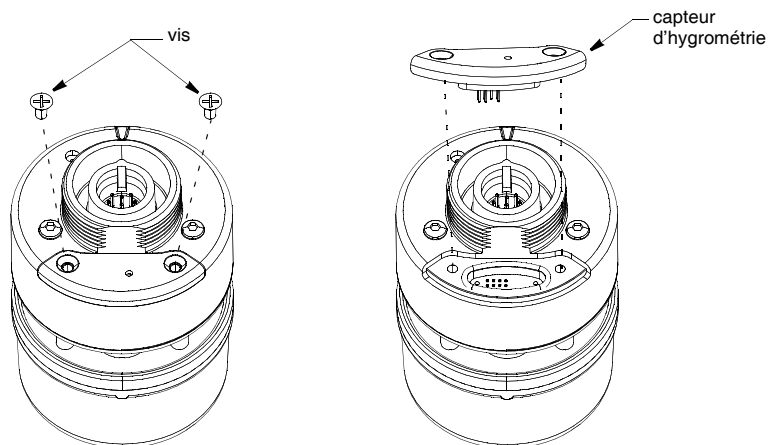

Figure 11. Remplacement du capteur d'hygrométrie
1. Ôtez les deux vis du Capteur d'hygrométrie ou du cache (voir Figure 11).